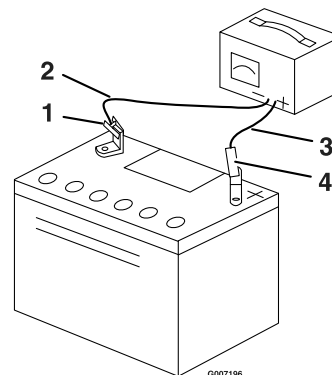

Figura 33
- Cuando la batería esté completamente cargada, desconecte el cargador de la toma de electricidad, luego desconecte los cables del cargador de los bornes de la batería (Figura 33).